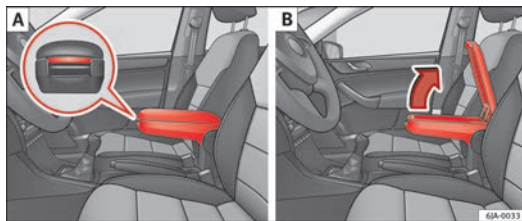

Fig. 71 Apoio de braços/Abrir e fechar o porta-objectos
- Pressione o botão que se encontra na parte dianteira do apoio de braços ⇒ Fig. 71 - [A].
- Levante a tampa do compartimento para objectos ⇒ Fig. 71 - [B]. ■